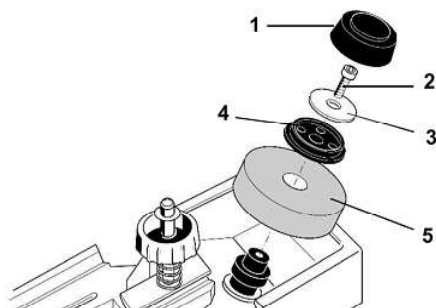

Fig. 15
2. Поднять крышку 1 (рис. 15) при помощи отвертки или аналогичного инструмента.
3. Вывернуть винт с внутренним шестигранником 2 (рис. 15), снять подкладную шайбу 3 и шлифовальный диск 5 с зажимным фланцем 4.